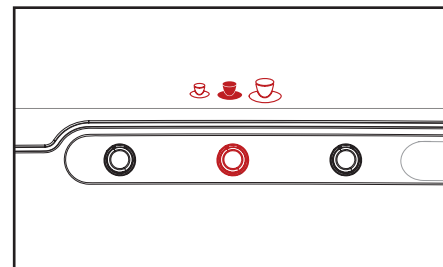

Рис. 4.5 — Кнопка с заданными параметрами "Объем"
2. Нажмите кнопку выбора объема. На дисплее появится изображение чашки (маленькой-средней-большой) (рис.4.5)